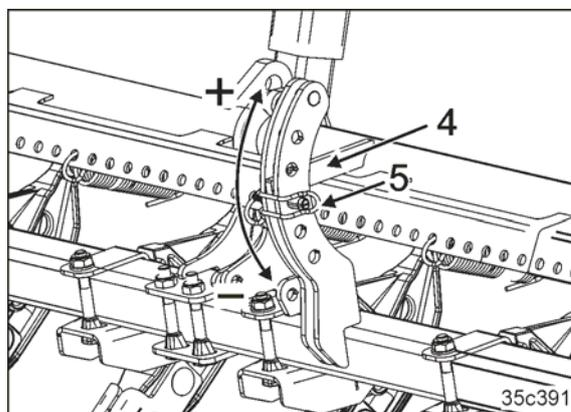

Рис. 190
5. Вставьте палец в требуемое отверстие под рычагом (Рис. 190/4) и закрепите (Рис. 190/5)
6. Чем выше в регулирующей кулисе установлен палец (Рис. 190/1+), тем больше давление выравнителя.